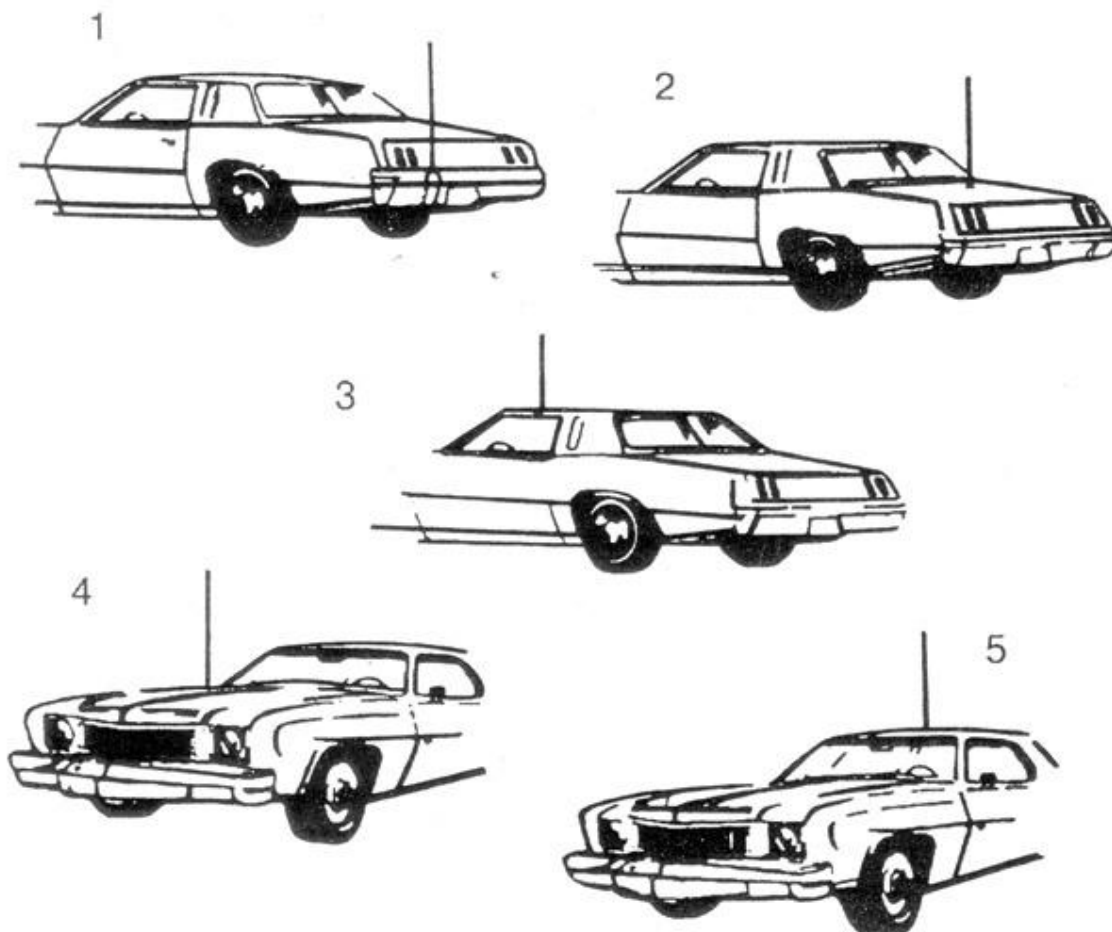

Рис. 6. Типичные места установки автомобильных антенн.
различных конструктивных исполнениях с креплением через отверстие в крыше, на кронштейне за отбортовку водостока или на магнитном основании (см. рис. 6).
На рис. 6 показаны пять типичных мест установки автомобильной антенны: (1) задний бампер, (2) задняя крышка багажника, (3) отбортовка для стока воды, (4) капот, (5) крыша.